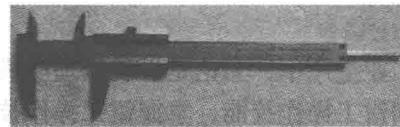

图 2-5 游标卡尺
(5) 游标卡尺 游标卡尺是一种中等精度的量具，如图 2-5 所示。它可以直接测量出工件的内外尺寸和深度尺寸。游标卡尺的测量范围分别为 0 ~ 125mm、0 ~ 150mm、0 ~ 200mm、0 ~ 300mm 等。游标卡尺的游标分度值有 0.02mm、0.05mm 和 0.1mm 三种。